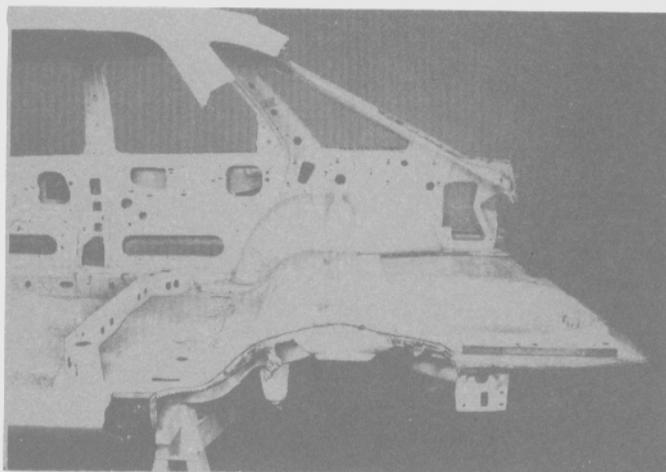

Fig. 239
- Cortar el pasarruedas (Fig. 239).